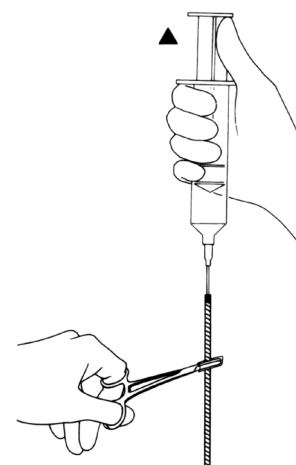

Abbildung 4-3e. Schlauch abklemmen
11. Den Schlauch (eine Einkerbung) mit der mit Schlauchmaterial ummantelten Gefäßklemme 3 cm unterhalb der Nadel abklemmen (**Abbildung 4-3e**).